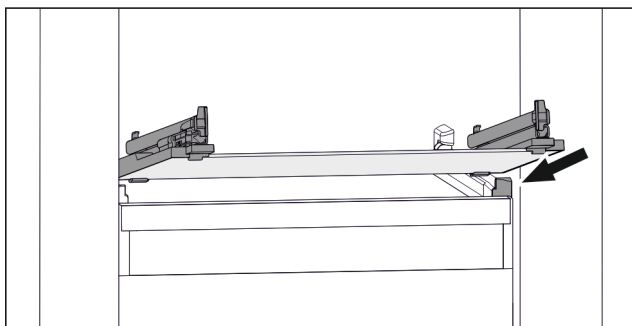

Fig. 175 Beispielhafte Darstellung der Glasplatte
- ▶ Glasplatte schräg hinter den Stoppern aufsetzen. (siehe Fig. 175)